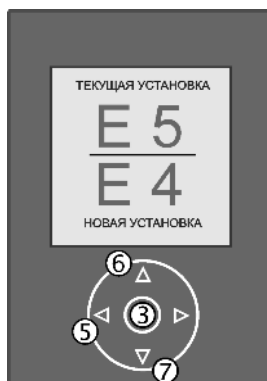

Fig. 33
- ▶ Сокращение времени подачи воды: нажмите кнопку вверх Fig. 33 (6).
- ▶ Увеличение времени подачи воды: нажмите кнопку вниз Fig. 33 (7).